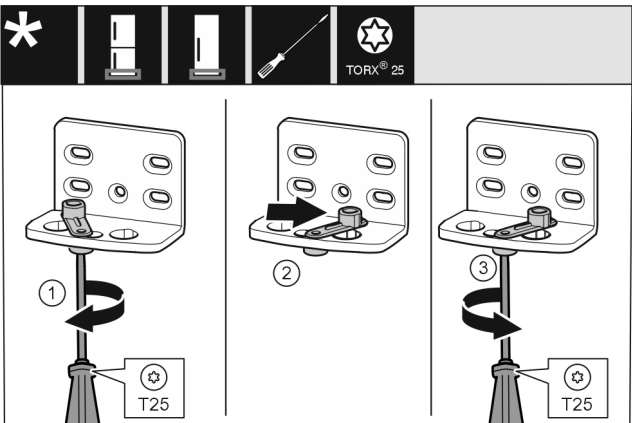

Fig. 14
- ▶ Vijake rahlo privijte z izvijačem T25. *Fig. 14 (1)*
- ▶ Pripomoček za zapiranje vrat dvignite in v izvrtini zavrtite za 90° v desno. *Fig. 14 (2)*
- ▶ Trdno privijte vijak z izvijačem T25. *Fig. 14 (3)*